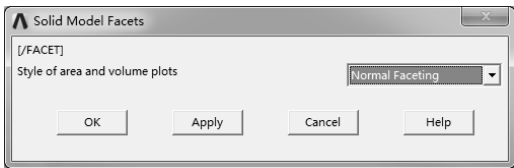

图 7-19 “Solid Model Facets”对话框
2) 导入后，ANSYS 图形界面显示的是线模型而不是实体模型，选择“Utility Menu>PlotCtrls>Style>Solid Model Facet”命令，弹出“Solid Model Facets”对话框，选择“Normal Faceting”即可显示实体模型，如图 7-19 所示。